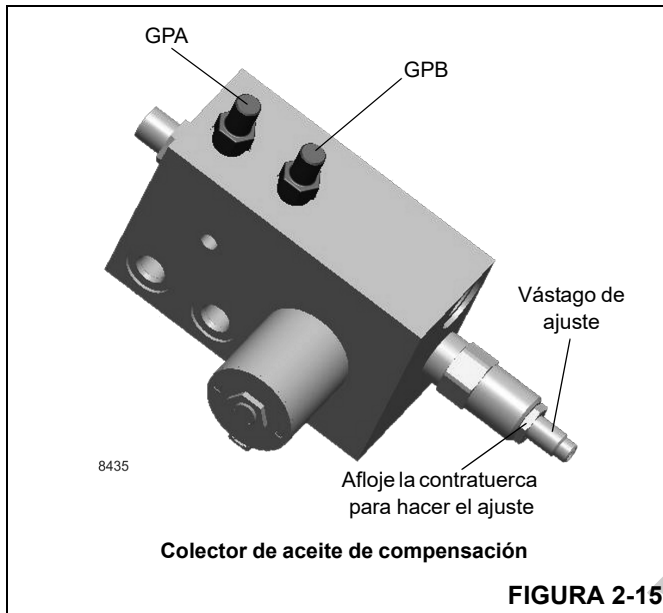

FIGURA 2-15
1. Instale un acoplador de desconexión rápida para diagnóstico y revisión de presión (Parker PD240) con manómetro en la boquilla de prueba en GPA o GPB del colector de aceite de compensación (Figura 2-15).